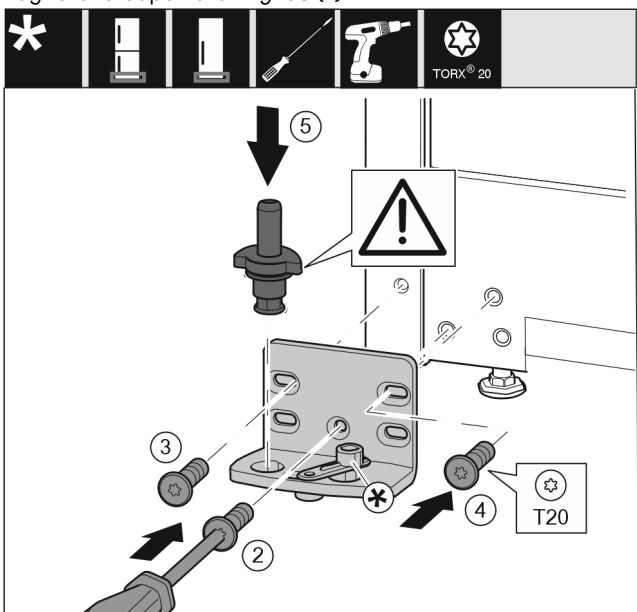

Fig. 36
- ▶ Applicare il blocco di supporto sull'altro lato e avvitare con un cacciavite T20. Iniziare dalla vite 2 in basso al centro. *Fig. 36 (2)*
- ▶ Serrare la vite 3 e 4. *Fig. 36 (3,4)*
- ▶ Inserire completamente il perno di supporto. Fare attenzione che la camma di arresto sia rivolta verso il lato posteriore. *Fig. 36 (5)*